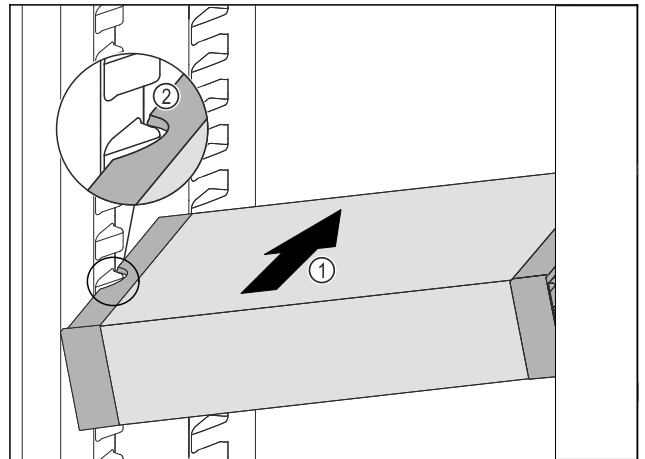

Fig. 56
- ▶ Skyv VarioSafe skrått inn i kjøleskapsdelen Fig. 56 (1), til utsparingene på sidene av Fig. 56 (2) VarioSafeser på nivå med rillene i kjøleskapet.